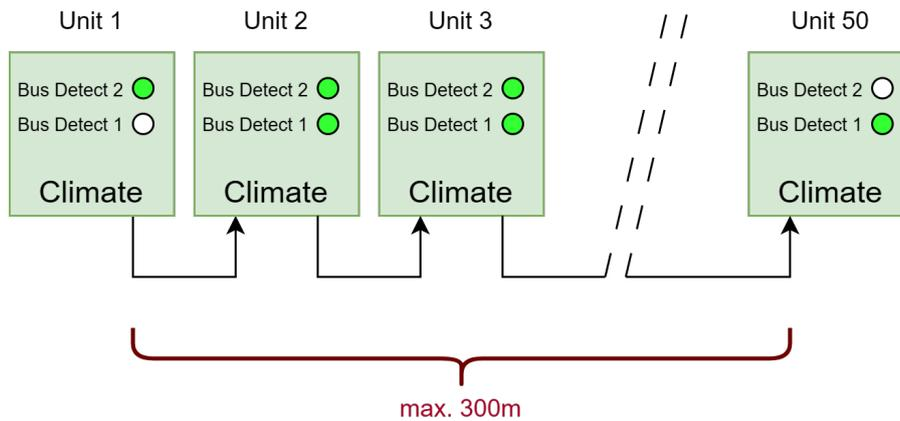

Abbildung 13: Beispiel Verkabelung mit maximaler Länge
- Dies wird auch in Abbildung 13 gezeigt.